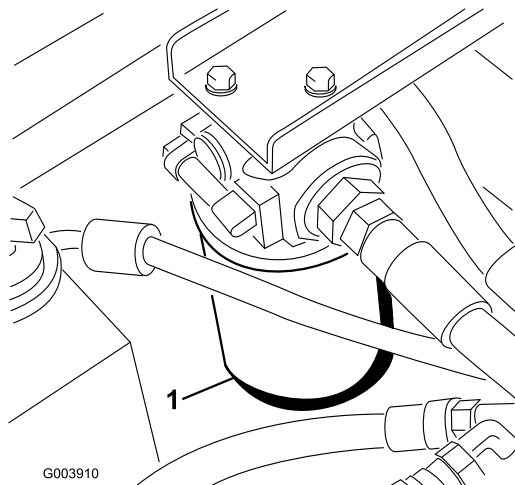

Figura 72
2. Limpie alrededor de la zona de montaje del filtro (Figura 72) y coloque un recipiente debajo del filtro.